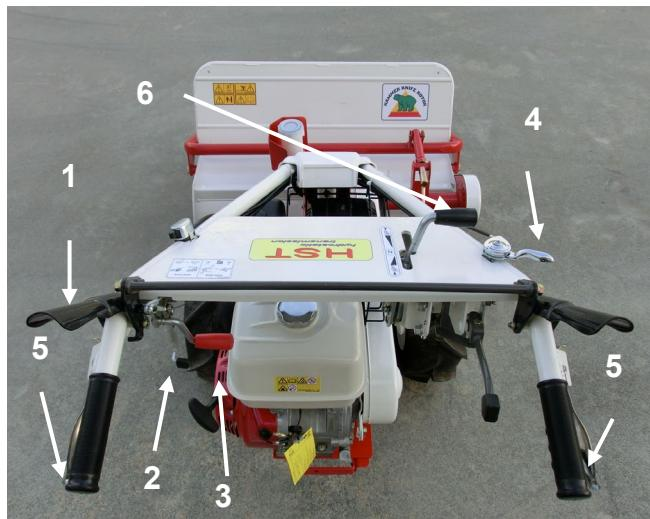

Figure 1
Pour faire avancer la machine, tirez sur la poignée d'avancement (figure 1, repère 1). Dès que vous relâchez la poignée, la machine s'arrête et le frein de parking s'enclenche automatiquement.
Le levier (figure 1, repère 6) sert à sélectionner la vitesse d'avancement de la machine. La position centrale du levier correspond au point mort (N). Poussez le levier vers la gauche pour enclencher la marche avant, vers la droite pour enclencher la marche arrière. La vitesse de déplacement de la machine est proportionnelle au déplacement du levier vers la droite ou la gauche.
Poussez la manette des gaz (figure 1, repères 4) vers la gauche pour augmenter la vitesse du moteur, pousser la manette des gaz vers la droite pour réduire la vitesse du moteur au ralenti rpm. Toujours utiliser la tondeuse à pleine vitesse du moteur.
Les poignées (figure 1, repères 5) servent au conducteur lorsqu'il veut changer de direction. Appuyez sur la poignée de droite pour tourner à droite, appuyez sur la poignée de gauche pour tourner à gauche. Pour déplacer la machine moteur coupé, appuyez sur les deux poignées.